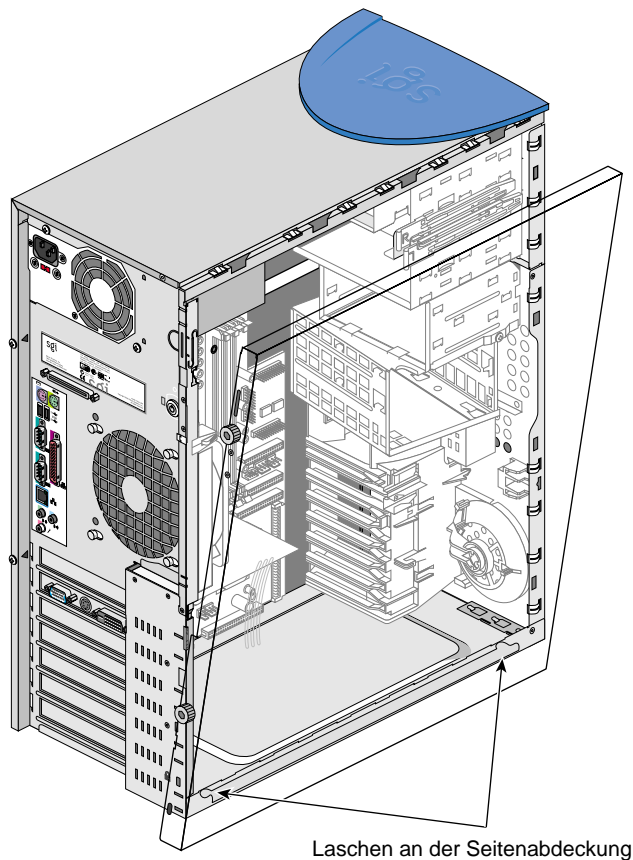

Abbildung 2-31 Einsetzen der Seitenabdeckung in die untere Gehäuseschiene
- Schieben Sie die Seitenabdeckung in Richtung auf die Rückseite des Gehäuses, bis die hintere Lasche an die Rückseite des Gehäuses stößt und sich die Seitenabdeckung nicht weiterschieben lässt. Abbildung 2-31 veranschaulicht das Vorgehen.